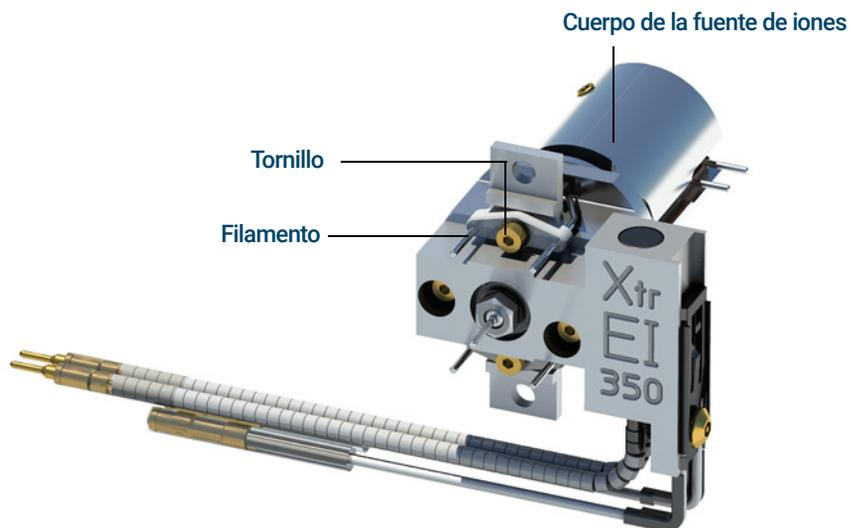

Figura 69. Cambio del filamento de la fuente EI XTR o HydroInert
- 4 Quite los tornillos que sujetan los filamentos al cuerpo de la fuente de iones. (Consulte la **Figura 69** en la página 230).
- 5 Retire los filamentos del conjunto de la fuente de iones. (Consulte la **Figura 69** en la página 230).
- 2 Coloque el filamento nuevo en su posición en el cuerpo de la fuente de iones. (Consulte la **Figura 69** en la página 230).